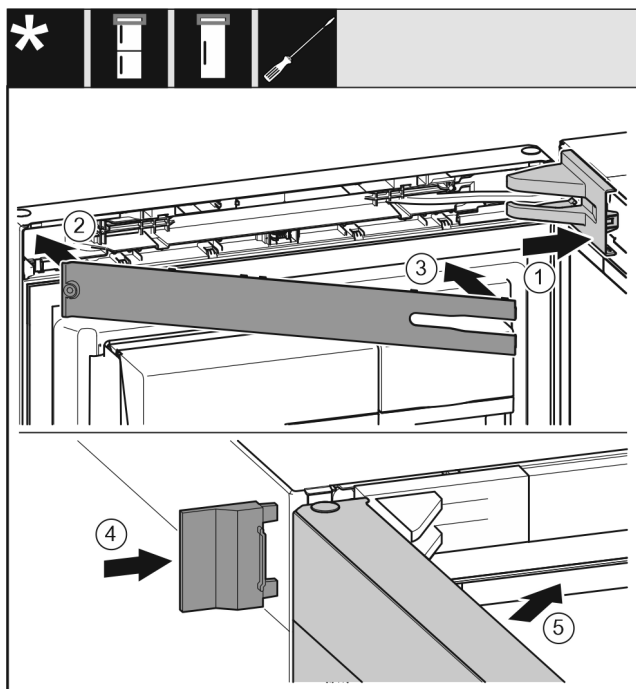

Fig. 71
- ▶ Namestite pokrov ležajnega podstavka Fig. 71 (1) in ga zaskočite, po potrebi ga previdno potisnite narazen.
- ▶ Namestite zaslonko Fig. 71 (2).
- ▶ Obrnite zaslonko Fig. 71 (3) not in jo zatakните.
- ▶ Navlecite zunanji pokrov Fig. 71 (4).
- ▶ Zaprite zgornja vrata Fig. 71 (5).